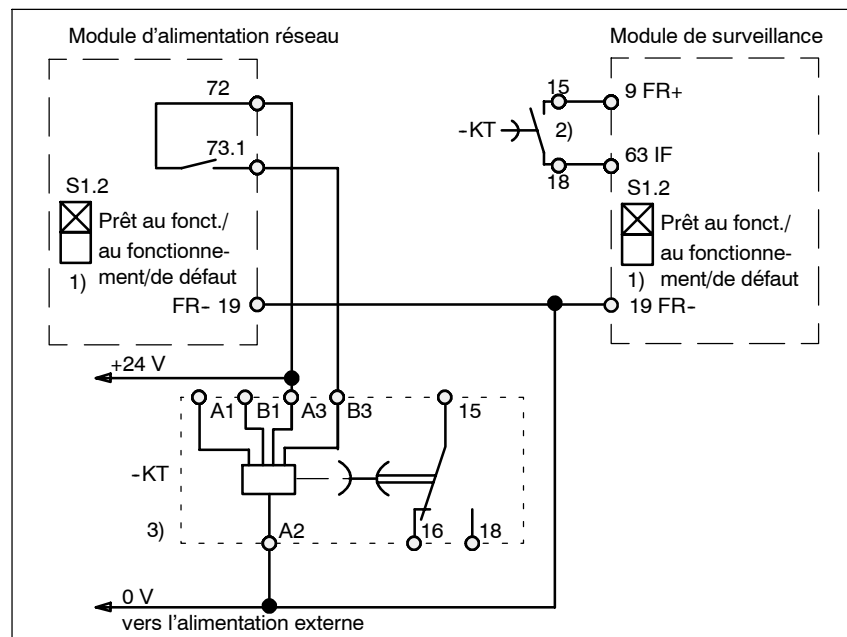

Fig. 8-8 Désactivation temporisée du déblocage des impulsions
- Coupure temporisée du déblocage des impulsions --> voir fig. 8-8